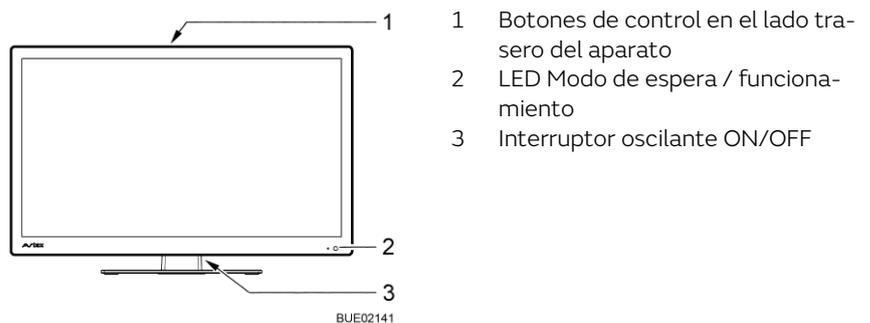
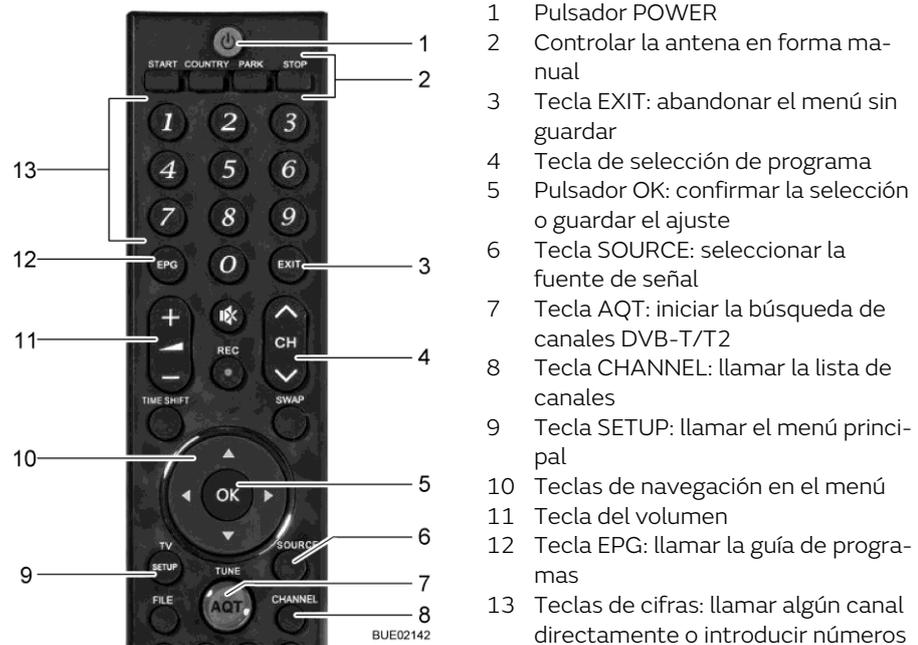

Fig. 47 Manejo en la pantalla plana
Fig. 48 Mando a distancia
- Ajustar el interruptor oscilante (Fig. 47,3) en el lado trasero de la pantalla plana en ON. La instalación conmuta al modo de espera. El LED (Fig. 47,2) se enciende de color rojo.
- Pulsar la tecla POWER (Fig. 48,1) en el mando a distancia. El LED (Fig. 47,2) se enciende de color azul.
- Pulsar las teclas de selección de programa (Fig. 48,4 ó Fig. 48,13) hasta que esté seleccionado el programa de televisión deseado.
- Pulsar la tecla SOURCE (Fig. 48,6) repetidamente hasta que esté seleccionada la fuente de señal deseada.
- Pulsar la tecla PARK (Fig. 48,2). La antena se desplaza a la posición de estacionamiento.
- Pulsar la tecla SOURCE (Fig. 48,6) repetidamente hasta que esté seleccionada la fuente de señal deseada (p. ej. DVD).
- Pulsar la tecla POWER (Fig. 48,1) en el mando a distancia. La instalación conmuta al modo de espera. El LED (Fig. 47,2) se enciende de color rojo.
- Ajustar el interruptor oscilante (Fig. 47,3) en el lado trasero de la pantalla plana en OFF.